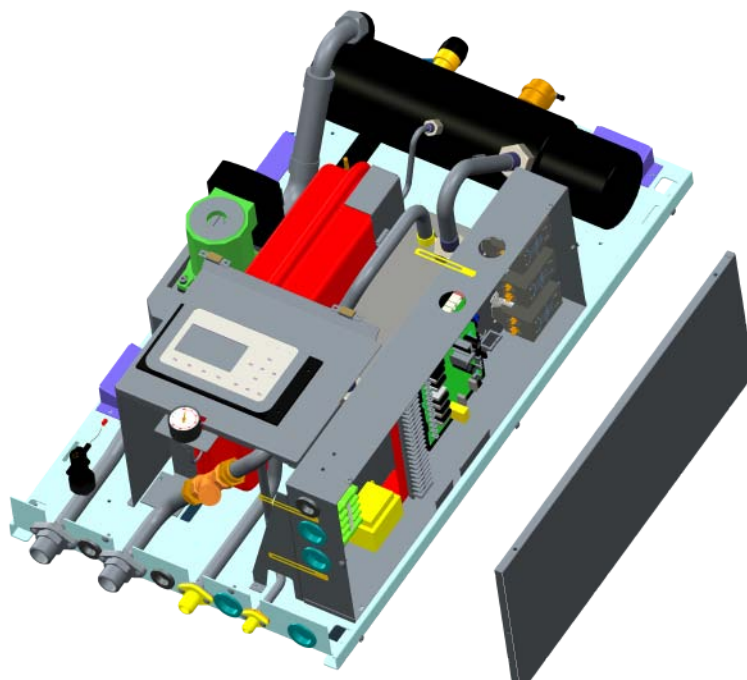

Fig. 3
- Afloje los tornillos y sacar el conjunto de componentes eléctricos (Fig. 3)
4) Quitar el deposito resistencia refuerzo válvula de aire automatica y valvula de seguridad (Fig. 3)